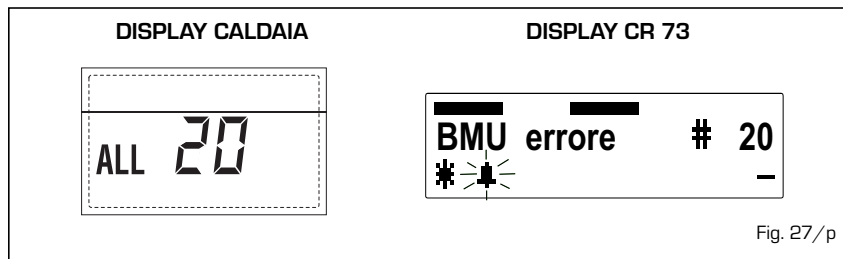

Fig. 27/p
- **INTERVENTO TERMOSTATO SICUREZZA SECONDA ZONA MISCELATA "ALL 22 - # 22"** (fig. 27/r)